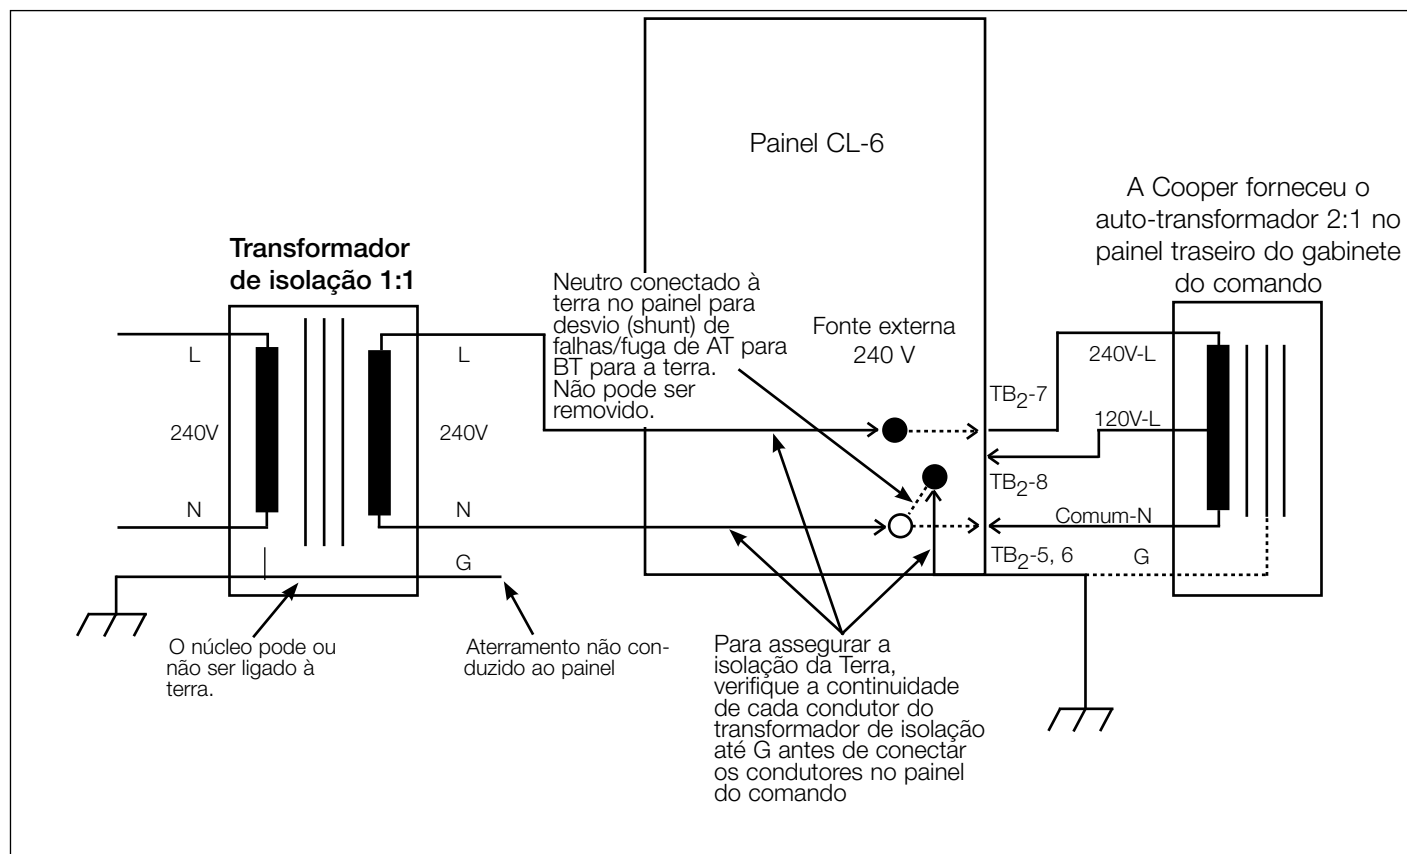

Figura 1-3.
A fonte externa de 240 Vca deverá estar totalmente isolada. Na maioria dos casos, existe a necessidade de um transformador de isolamento. Ele deverá isolar neutro e linha no lado secundário. Além disso, neutro e terra no lado secundário não deverão ser bondeados ou conectados. Para verificar a isolamento a partir da terra, verifique a continuidade de cada condutor no transformador de isolamento em relação à terra (G). Verifique isso antes de conectar os condutores no painel do comando. Veja a Figura 1-3.